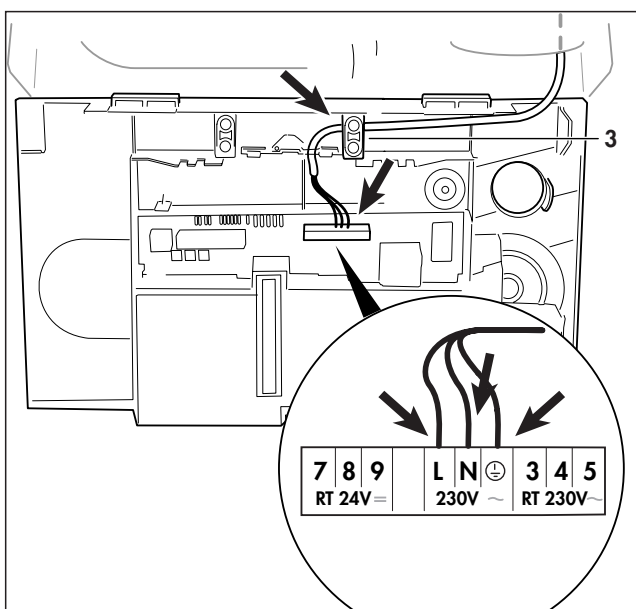

Fig. 3.14: Câblage
- Déclipsez le couvercle arrière du coffret électrique (1) aux emplacements (2) et démontez le.
- Coupez les fils de raccordement (3) à env. 50 cm de la sortie murale et isolez les fils.
- Effectuer le raccordement au réseau comme illustré fig. 3.14.